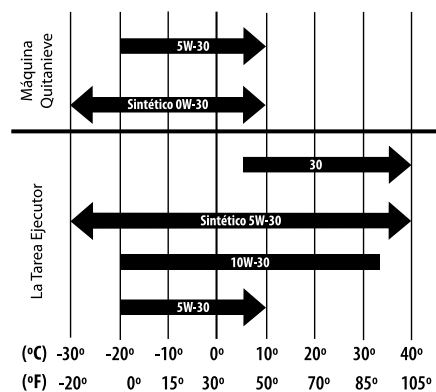

Figura 6-1
Consulte el cuadro de viscosidad de la Figura 6-1 para las recomendaciones relacionadas con el aceite. No llene excesivamente. Use un 4 tiempos, o un detergente marca equivalente, el aceite de la prima de motor de calidad certificada para cumplir o exceder los requisitos del fabricante EE.UU. automóvil para la clasificación de servicios de un nivel mínimo de SF o SG (grados más altos de la carta son aceptables como SJ, SL y grados SM). El aceite de motor se mostrará esta denominación en el envase.
- Cargue el aceite recomendado, consulte las especificaciones para el aceite y el combustible que figuran en la sección Configuración del presente manual, y la Figura 6-1.